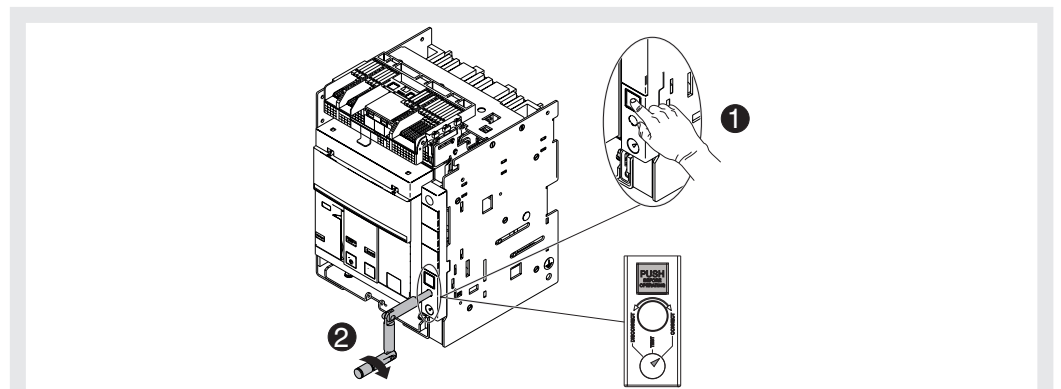

Abbildung 36
7. Die Verriegelungstaste drücken und danach die Handkurbel im Uhrzeigersinn drehen, bis die Taste herauspringt und die Anzeige meldet, dass der Leistungsschalter in der Position **CONNECT** steht. Siehe Abbildung 36.